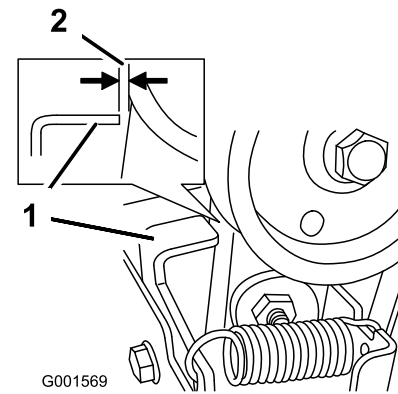

Figure 48
3. Lorsque le levier de commande de la vis sans fin/turbine est désengagé, vérifiez qu'il existe un écart de 1,5 mm (1/16 po) entre l'ensemble embrayage de vis sans fin et la patte (Figure 48).